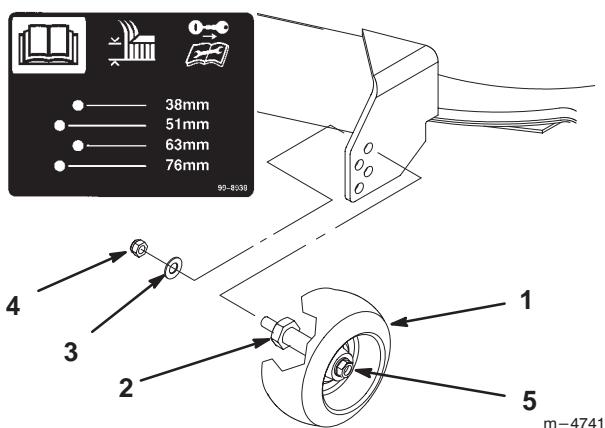

Figure 17
2. Après avoir réglé la hauteur de coupe, maintenir la tige filetée à l'aide d'une clé, et déposer l'écrou avec sa rondelle (Fig. 17).
- Remarque :** Ne pas déposer l'écrou de roue et sa rondelle (Fig. 17).
3. Insérer la tige dans le trou le plus proche de la hauteur de coupe souhaitée (Fig. 17).
4. Remonter l'écrou et sa rondelle sur la tige filetée (Fig. 17).